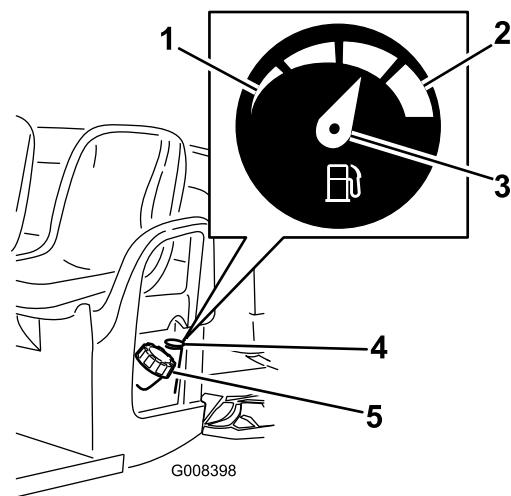

Рисунок 17
2. Очистите поверхность вокруг крышки топливного бака (Рисунок 17).